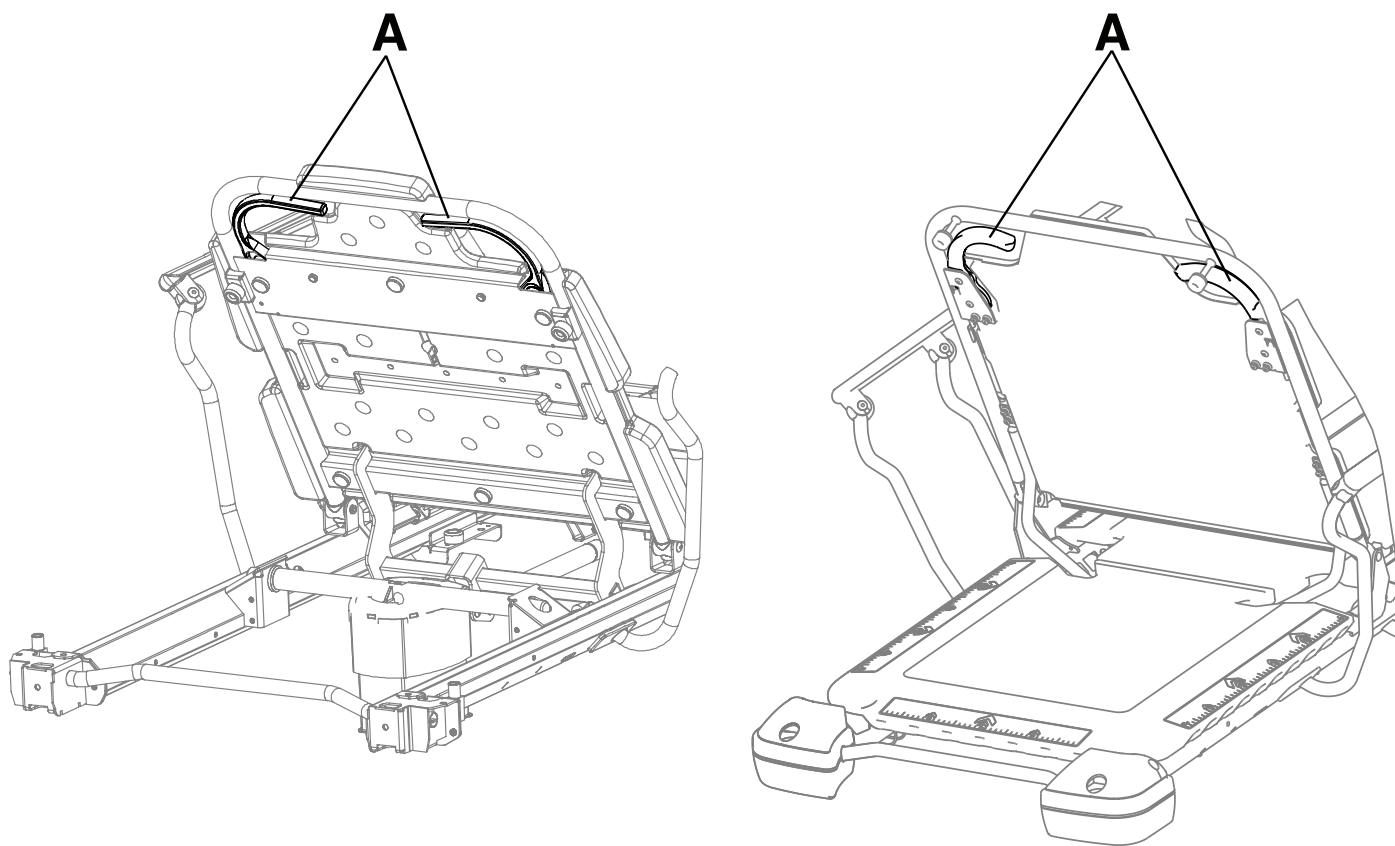

图 16 – 升高或降低 Fowler 靠背 (Prime / Prime X)
要升高 Fowler 靠背，挤压单个或两个靠背释放把手 (A) 并将靠背向上拉到所需位置 (0° 至 90°) (图 16)。
要降低 Fowler 靠背，挤压单个或两个 Fowler 靠背释放把手 (A) 并将 Fowler 靠背向下推到所需位置 (90° 至 0°) (图 16)。